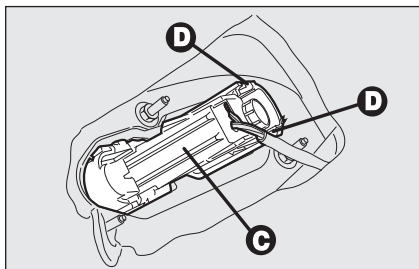

fig. 38
- enlever le groupe porte-lampes **C-fig. 38** en agissant sur les languettes de retenue **D**.
- réinsérer le groupe porte-lampes en le fixant correctement en position à l'aide des languettes de retenue **D-fig. 38**;